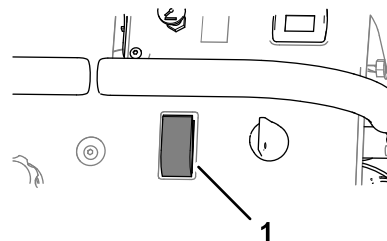

**Figure 38**
4. Tournez les poignées des vannes comme montré à la Figure 38.